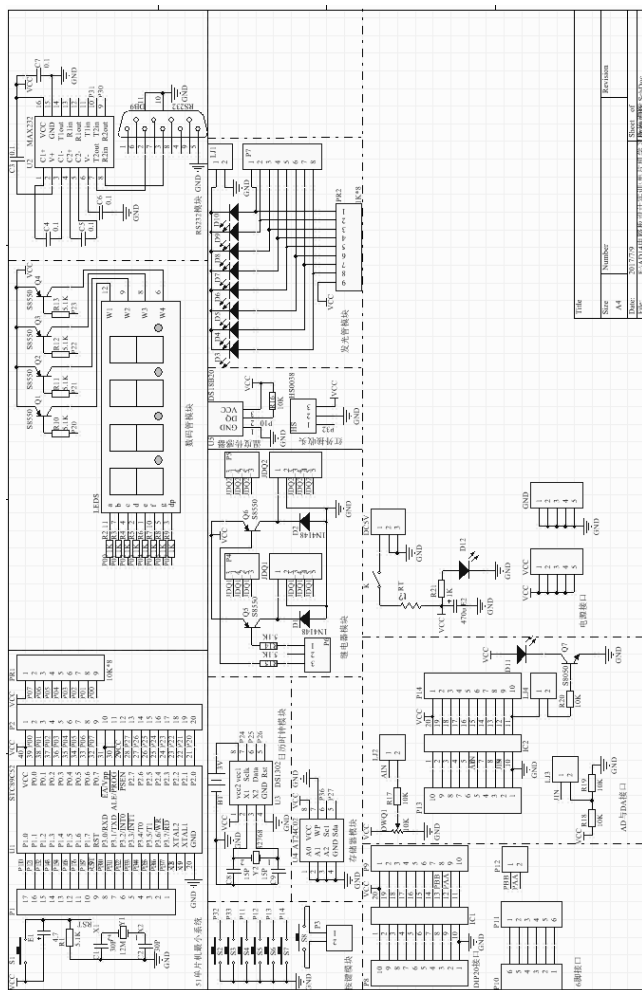
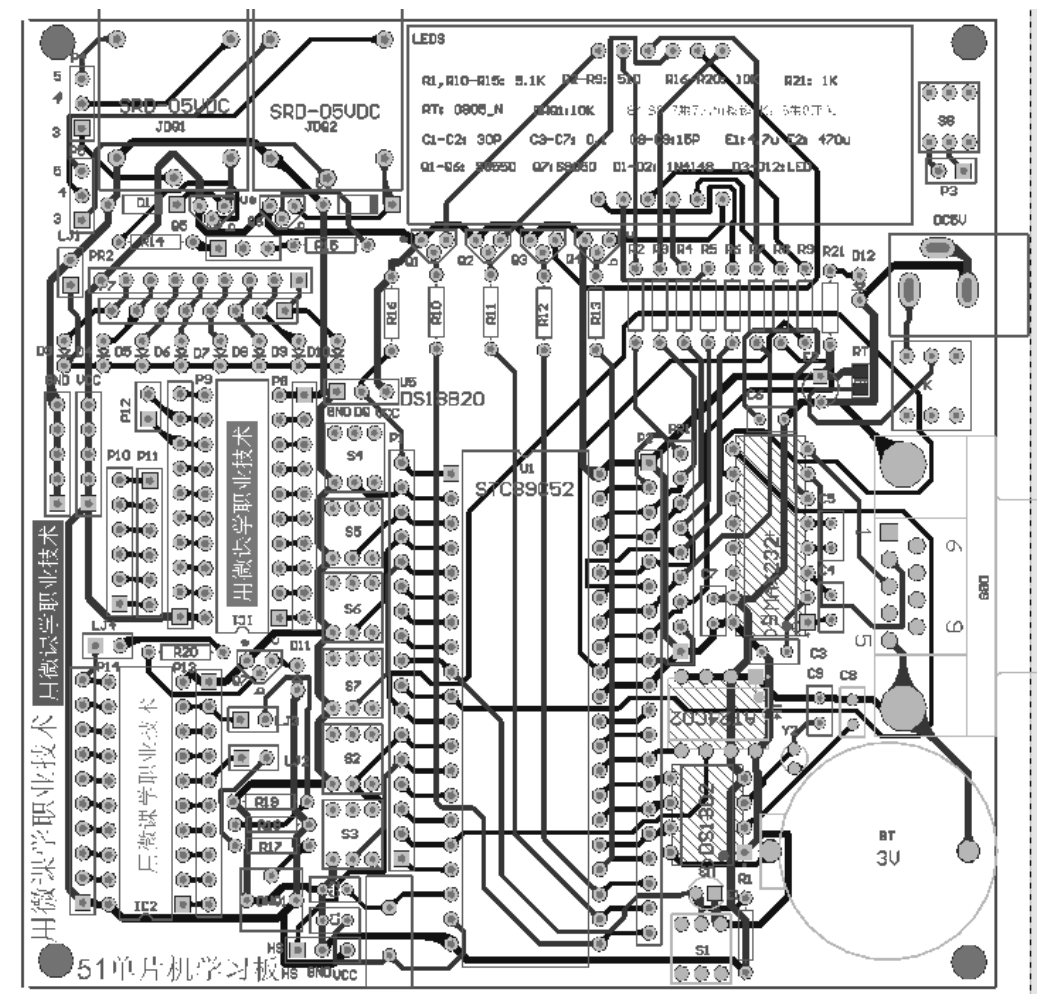

图 4-1 本项目所要完成的单片机学习板原理图
图 4-2 本项目实训所要完成的单片机学习板 PCB 图
**项目概述** 本书与众多的电子 CAD 设计教材不同,把功能齐备的单片机学习板划分成了 12 个功能模块单元,完成第 1 个模块的原理图设计后,就接着完成第 1 个模块的 PCB 图布局,然后完成第 2 个模块的原理图设计及对应的 PCB 图布局,最后完成第 12 个模块的原理图设计及其 PCB 图布局。实践证明,这种模式更能让初学者完成非常专业的 PCB 板设计(图 4-1、图 4-2)。